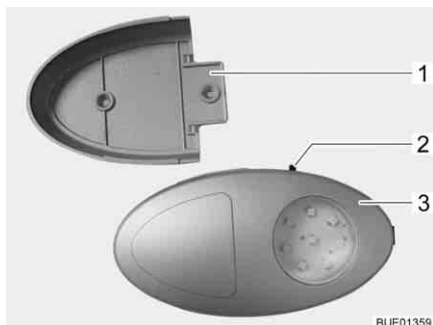

Fig. 56 Eclairage de la penderie
- ▷ Il est possible d'extraire l'éclairage de la penderie de son support vissé (Fig. 56,1) et de l'utiliser comme lampe de poche.
Le bouton Marche/Arrêt (Fig. 56,2) se trouve directement sur l'éclairage de la penderie (Fig. 56,3).